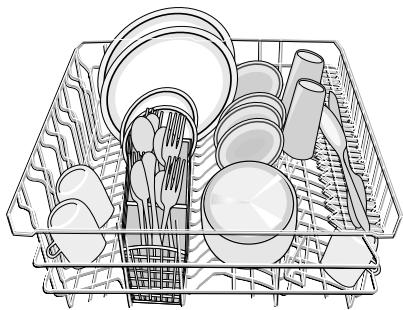

Figure 33/Illus. 33
1. Load the upper rack. Figure 33 shows a typical mixed load placed correctly in the upper rack.
1. Charger le panier supérieur. La figure 33 montre une combinaison typique correctement placée dans le panier supérieur.
1. Cargue el estante superior. La Ilustración 33 muestra una carga típicamente variada acomodada correctamente en el estante superior.